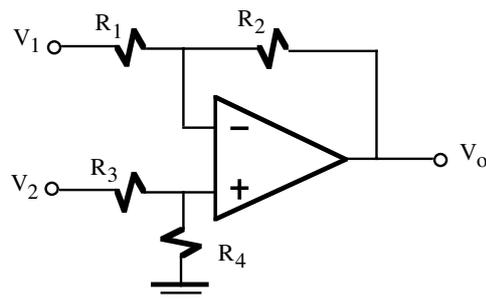

Figura 8.9. Amplificador restador.
- **Amplificador restador.** Analizando el circuito de la figura 8.9, fácilmente se obtiene la siguiente expresión